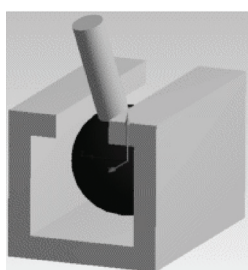

图 16-4 狭槽连接
- Slot Joint——狭槽连接，限制 UY, UZ，如图 16-4 所示。